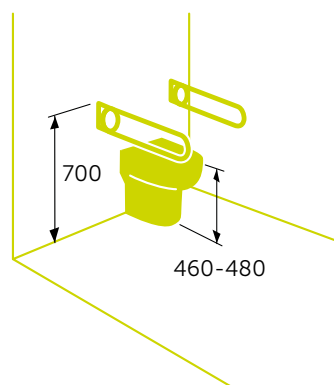

fig 9 Maatvoering van de toiletpot en toiletbeugel.
- De zithoogte van de toiletpot is 460 - 480 mm. (fig 9)